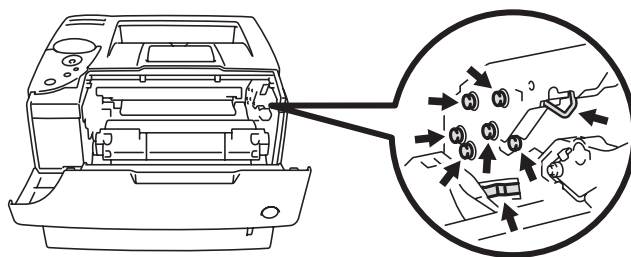

Abbildung 5-27
- Berühren Sie nicht die in Abbildung 5-27 gezeigten Elektroden, um den Drucker nicht durch statische Elektrizität zu beschädigen.